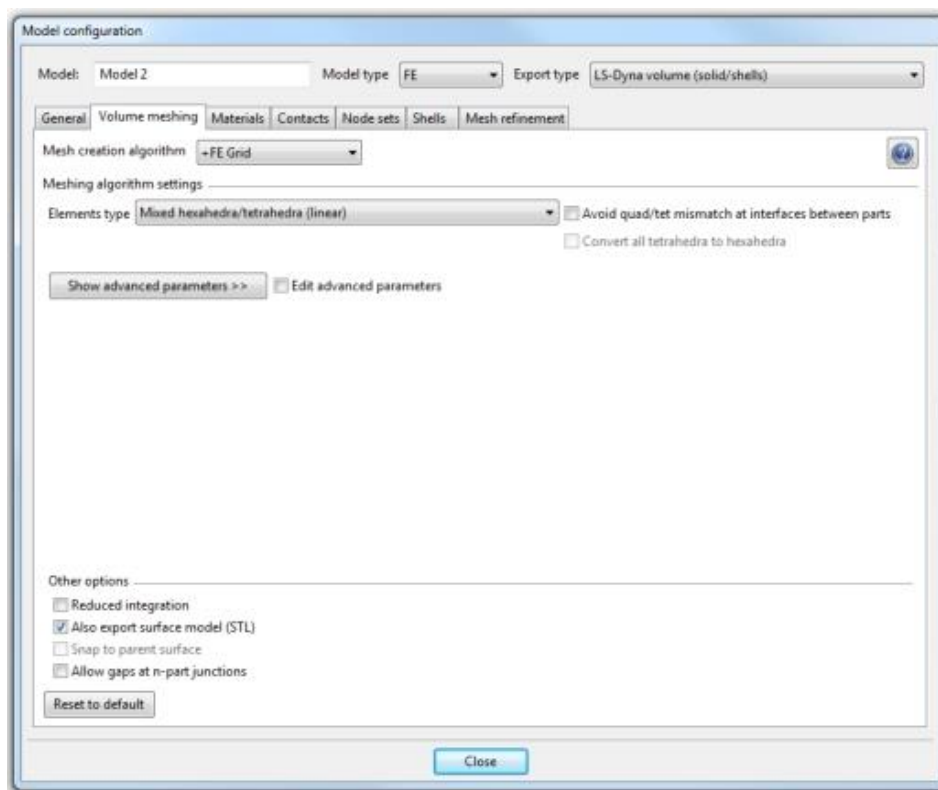

图 1-21 在模型配置对话框中的体网格页
4. 在 Volume meshing 标签页中 (图 1-21) :